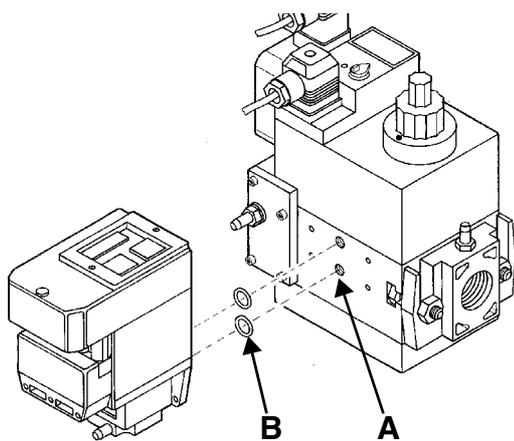
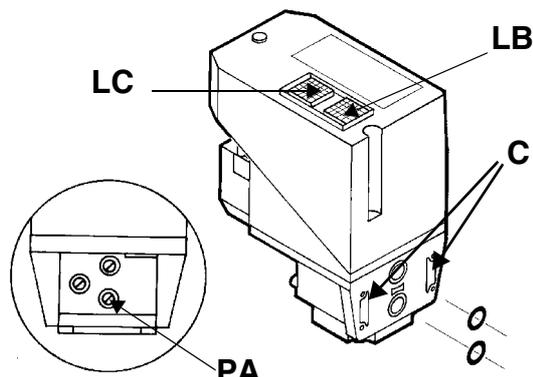

Рис. 15
Рис. 16
- 3). снять крепежные винты группы Multibloc (Рис. 15-А)
4). вставить уплотнительные кольца (10,5x2,25) в VPS 504 (Рис. 16-В, Рис. 15-В)
5). закрутить 4 винта блока контроля герметичности (M4x16) Рис. 15-С.
Для проверки работы, подсоедините манометр к штуцеру для отбора давления PA (Рис. 16). Если проверка завершилась положительно, через несколько секунд загорается жёлтая лампочка LC (желтая). В противном случае загорается красная лампочка блокировки LB. (красная). Чтобы перезапустить горелку, необходимо разблокировать блок управления нажатием на светящуюся кнопку LB.